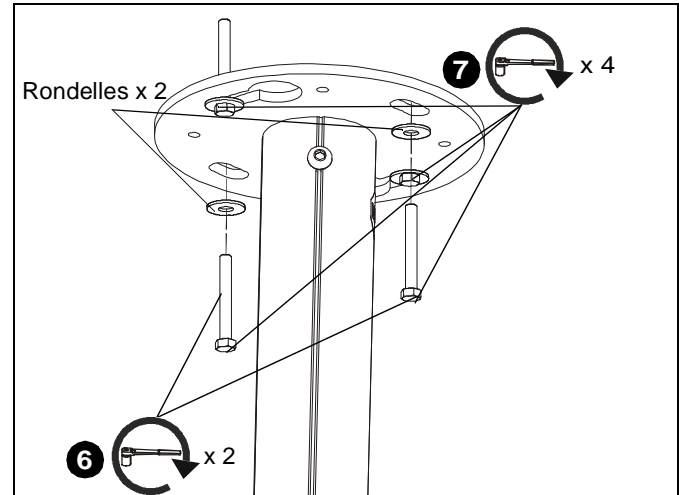

Figure 8
6. Installez les deux boulons 8 mm x 7 mm (5/16" x 2 3/4") (non fournis) à travers deux rondelles plates de 8 mm (5/16") (non fournies) dans des trous situés sur la plaque du plafond (A) et dans le dispositif d'encrage. (Voir la Figure 8)
7. Serrez les quatre boulons pour fixer la plaque au plafond. (Voir la Figure 8)